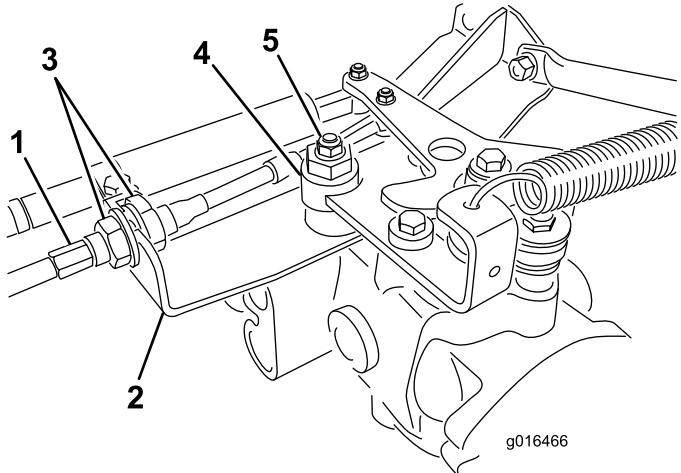

Figura 39
- A. Afloje las dos contratuerca que fijan el cable de control de tracción a la escuadra del hidrostato (Figura 39). Asegúrese de aflojar ambas contratuerca uniformemente, y lo suficiente como para permitir el ajuste.
Nota: Afloje la tuerca que sujeta el excéntrico a la parte superior del hidrostato (Figura 39).
- E. Cuando la rueda deje de girar, apriete la tuerca para bloquear el excéntrico y el ajuste (Figura 39).
- G. Desde cada lado de la escuadra, apriete las contratuerca uniformemente, fijando el cable de tracción a la escuadra (Figura 39). No tuerza el cable.